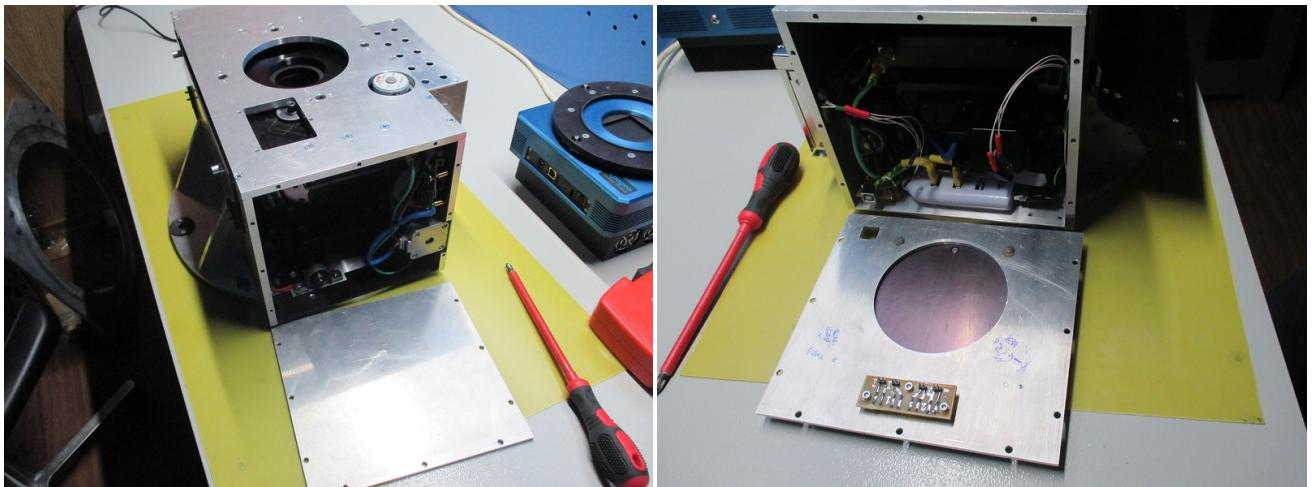

Рис. 13: Боковые крышки сняты.
2. Снять боковые крышки (см. рис. 13). Во время съема левой крышки (с боковым люком) отключить провода управления линейными трансляторами от панели с кнопками.